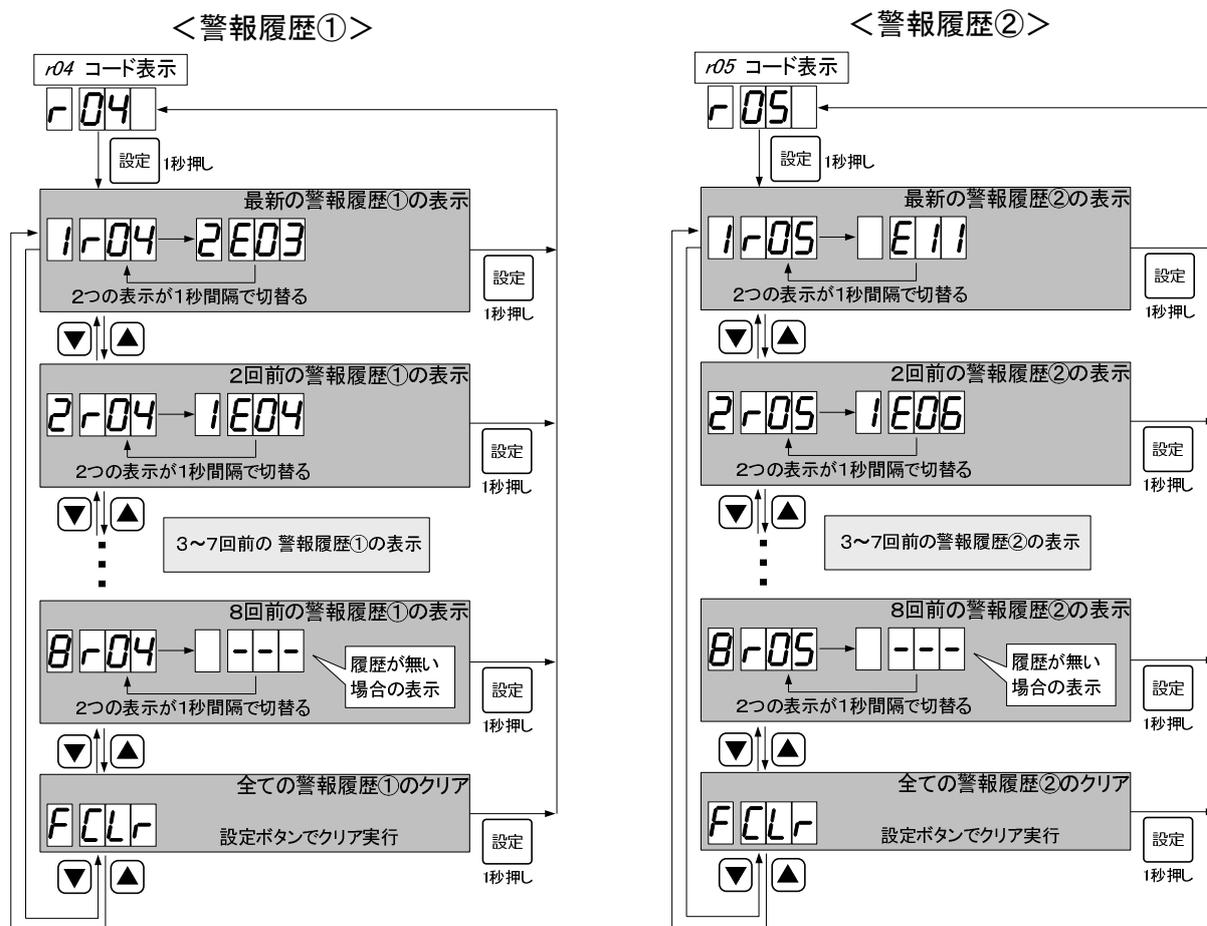

図 6-21 警報履歴①と②の表示例
- ・警報履歴①は、コード *r04* で、確認することができます。
- ・図 6-21 に、表示例を示します。
- ・警報履歴②は、コード *r05* で、確認することができます。
- ・保存される警報は、警報履歴①以外(※)です。警報の内容及び、コード表示については、「**8**故障の原因と対策」を参照ください。